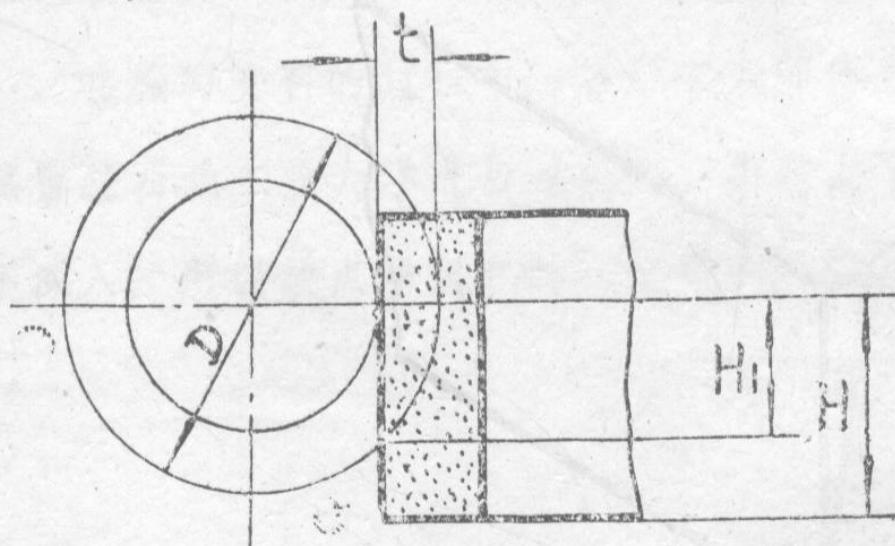

图 3
(1) 受工件形状的限制，不能加工未留空刀槽的阶梯表面。空刀槽宽度 $b$ (图3)可按下式确定：